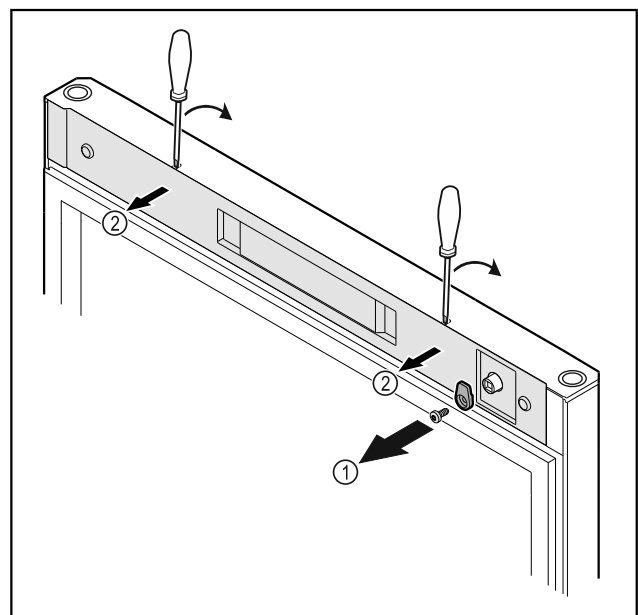

Fig. 11
- ▶ 拧下锁钩 Fig. 11 (1)。
- ▶ 使用小型螺丝刀松开并取下盖板 Fig. 11 (2)。